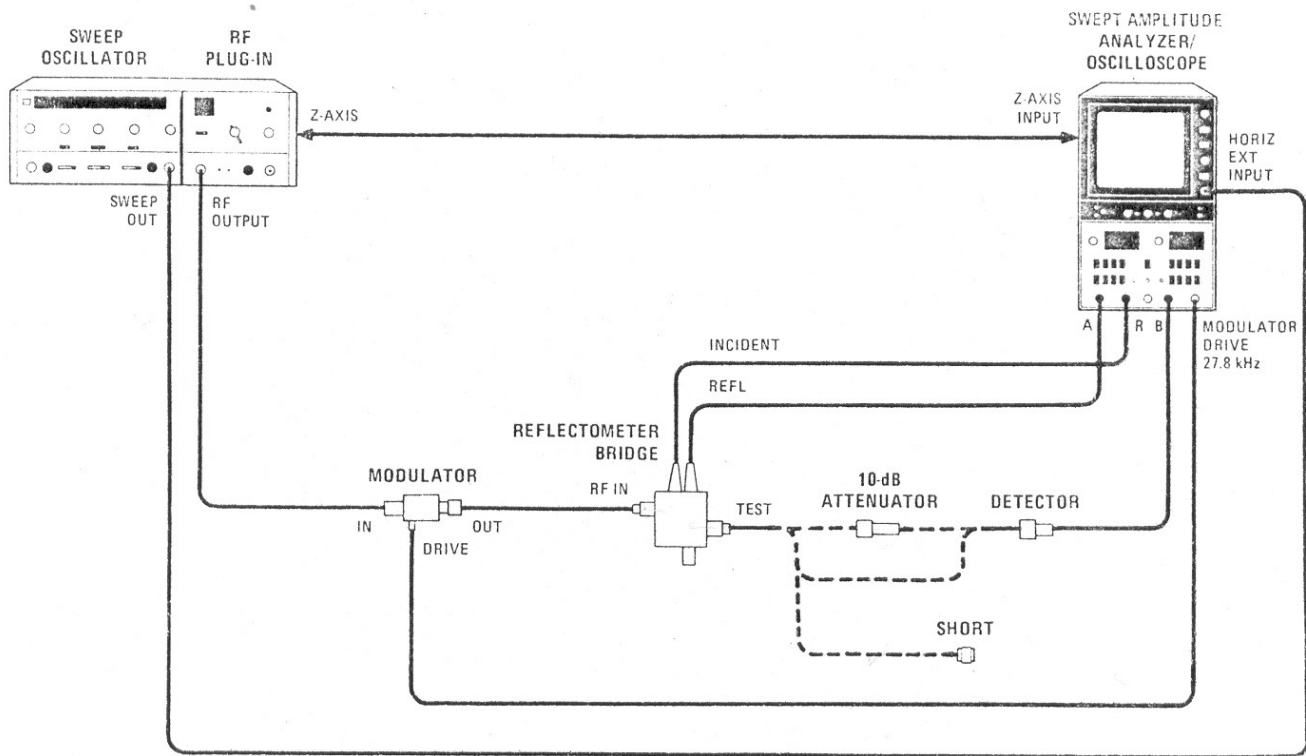

Figura 3.1. Ajuste inicial del analizador de amplitud.
1. Monte el sistema mostrado en la figura 3.1 con la potencia de salida del generador al valor mínimo.
Realice el siguiente montaje indicado en la figura 3.1 y a continuación proceda: